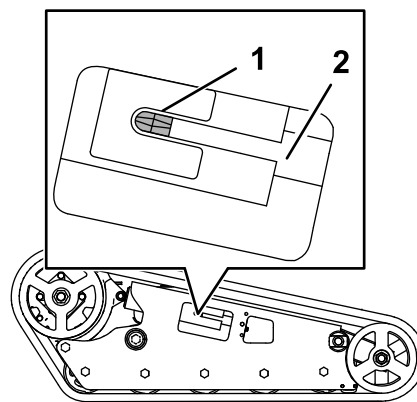

Figure 61
12. À l'aide d'un rochet de 1/2 pouce, tournez la vis de tension dans le sens antihoraire jusqu'à ce qu'elle arrive en butée (Figure 61).
21. Vérifiez que la vis de tension est arrivée en butée (Figure 61).